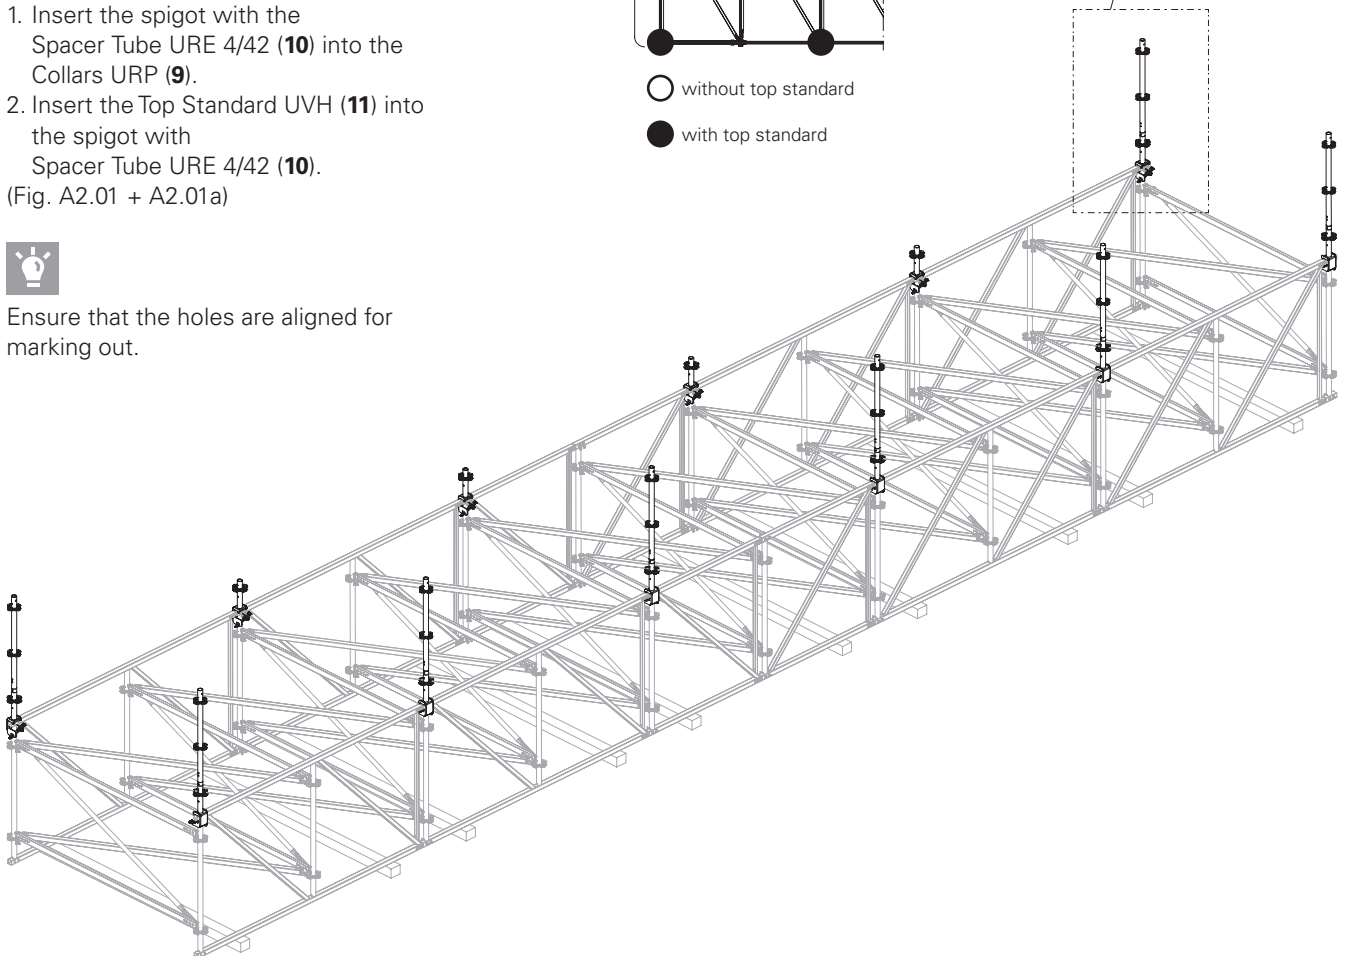

Fig. A2.01
(Fig. A2.01 + A2.01a)
- (Fig. A2.01 + A2.01a)